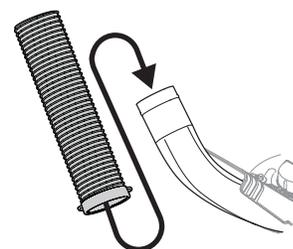

Figure 22
3. Soulevez le tube par les poignées à son extrémité. Enfillez le tube sur le coude de goulotte, comme illustré à la Figure 22.